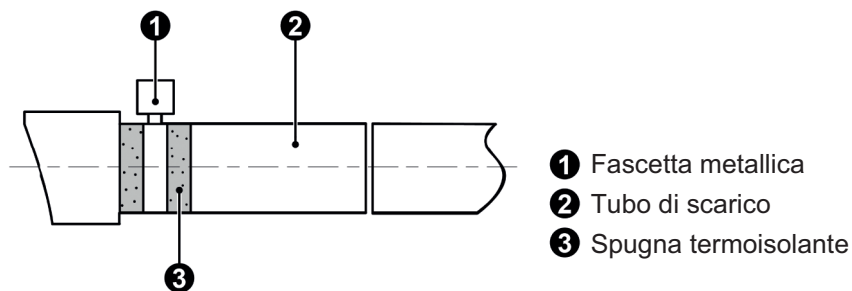

Fig. 4.3.2
- (1) Inserire il tubo di scarico nel foro di scarico e serrarlo con nastro, come mostrato in Fig. 4.3.2.